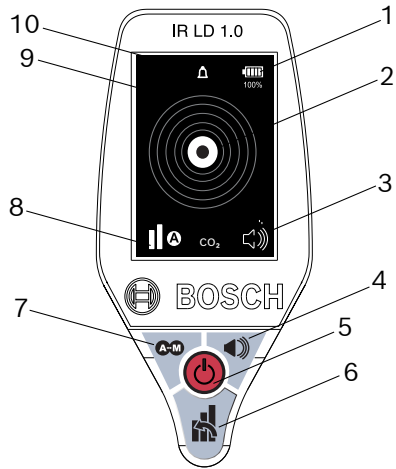

Fig. 2 : Composants du panneau avant et indicateurs de l'écran
- Appuyer sur la touche Mise en marche/à l'arrêt pour mettre sous tension le IR LD 1.0 (voir Fig. 2 point 5).
Pour modifier le niveau de sensibilité, appuyer sur la touche Sensibilité (voir Fig. 2 point 6) :
- Appuyer à plusieurs reprises sur la touche Sensibilité pour passer à travers les trois niveaux de sensibilité (voir Fig. 2 point 6).
➤ Appuyer sur la touche de sélection du Mode (voir Fig. 2 point 7).
- Appuyer sur la touche Audio Marche/Arrêt (voir Fig. 12 point 12a ou Fig. 2 point 4).